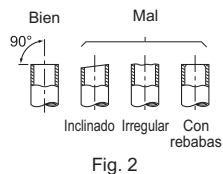

Fig. 2
- Si la manguera de drenaje suministrada con la unidad interior es demasiado corta, conéctela con la manguera de drenaje (I) que debe suministrar el distribuidor. (Fig. 2)
- 3) Extraiga la manguera de drenaje por la parte posterior izquierda de la unidad interior. (Fig. 2)